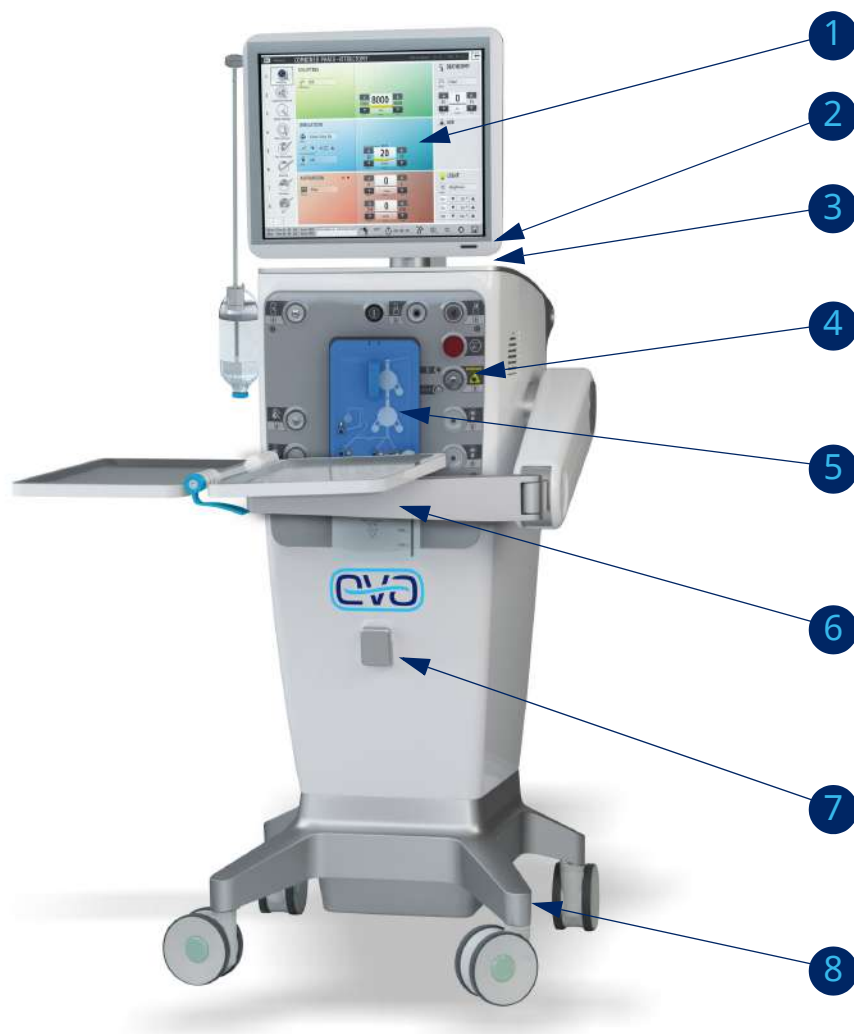

Fig. 4: Офтальмологическая хирургическая система, EVA (передняя сторона)
На Рис. 4 представлена система EVA. Ниже указаны основные компоненты.
2. Кнопка включения питания (см. рис. 4, стр. 42)